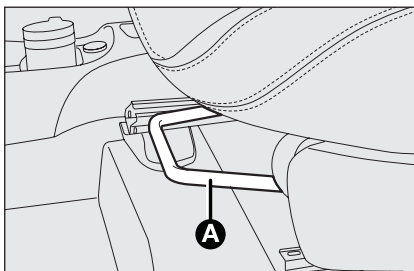

fig. 16
### Regolazione in senso longitudinale fig. 16
**ATTENZIONE** L'utilizzo della leva **D** prima di bloccare il sedile nella posizione iniziale, provoca la perdita della posizione di partenza del sedile, in questo caso necessita regolare la posizione del sedile tramite la regolazione longitudinale **fig. 16**.